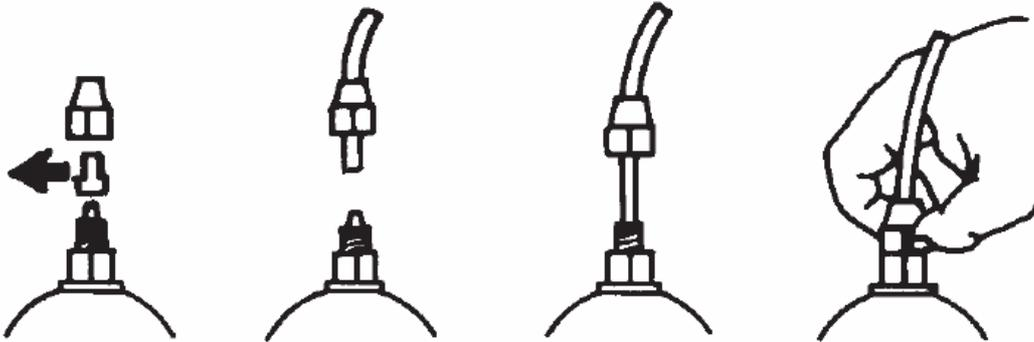

Bild 6: Anschluss der Schläuche
- e- Entfernen sie die Schutzkappe von dem Schlauchnippel und schieben sie den Schlauch vollständig darüber. Danach sichern sie den Schlauch mit den Überwurfmuttern **Bild 6**.